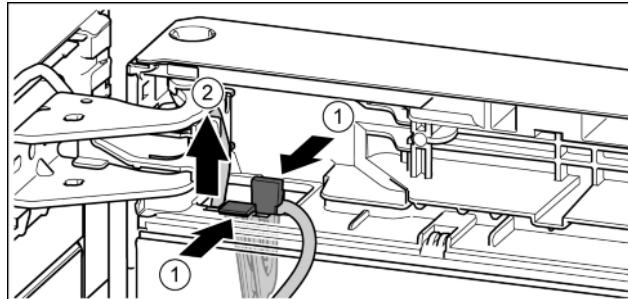

Fig. 23
- Zatlačte na lamelu. Fig. 23 (1)
- Vytáhněte držák kabelu s kabelem, který je na něm upevněný. Fig. 23 (2)